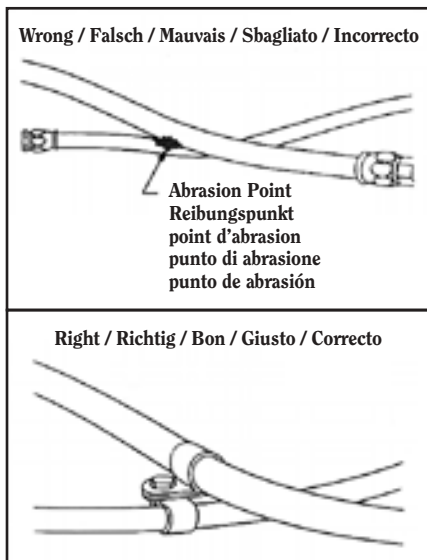

Fig. 3 / Abb. 3
- Route and clamp the hose to prevent it from contacting another hose line or other abrasion point. (See Figure 3.)
- Den Schlauch verlegen und mit Klemmen versehen, um einen Kontakt mit einer anderen Schlauchleitung oder einem anderen Reibungspunkt zu verhindern (siehe Abbildung 3).
- d. Effectuer la pose et la fixation du tuyau de manière à prévenir tout contact avec d'autres conduites de tuyaux ou d'autres points d'abrasion. (Voir figure 3).